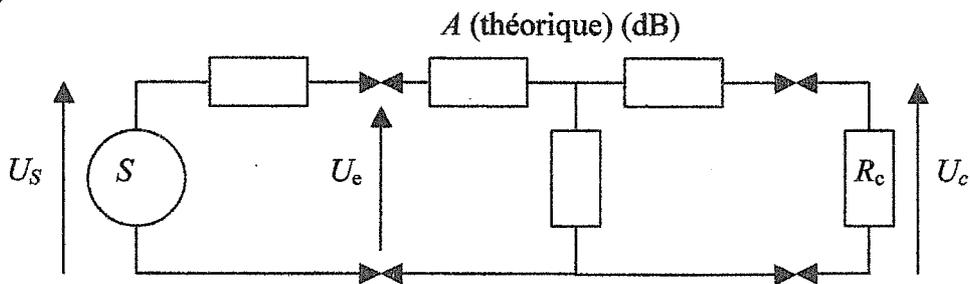

Figure 11. Source quelconque, atténuateur 50 Ω et résistance de charge variable
4. le cas pire, la résistance de la source et celle de charge de l'atténuateur ne font pas 50 Ω (figure 11).